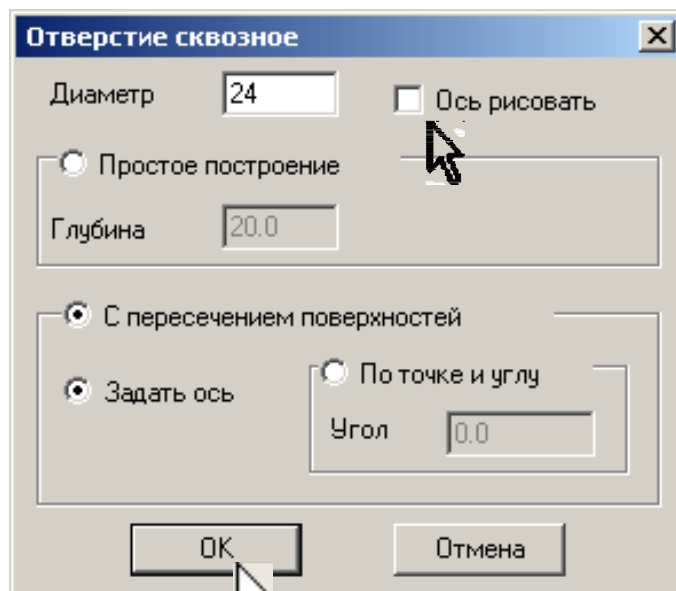
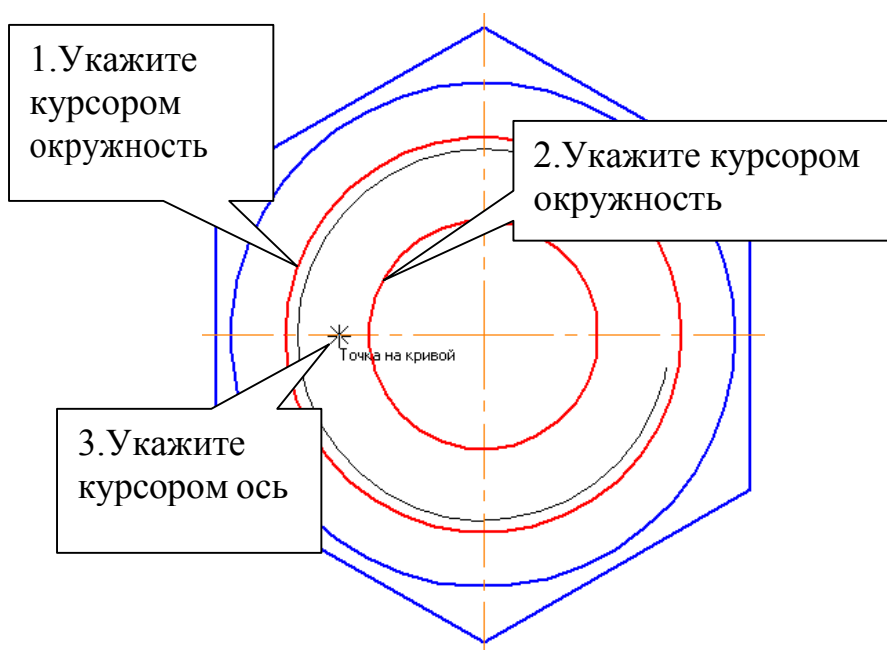

Рис. 13
Рис. 15
8. Для выполнения в разрезе отверстия Ø24 на виде слева необходимо разрушить макроэлементы. Командой **Выделить по типу**  на панели **Выделение**  выделите макроэлементы и выберите команду **Разрушить** в меню **Редактор**. Подключите **Прикладную библиотеку**. Выберите **Сквозное отверстие** в разделе **Гладкие отверстия**. Установите параметры отверстия согласно рис. 13. Выполните двойной щелчок на команде **Построить отверстие**. Укажите последовательно курсором окружности, определяющие границы отверстия, рис. 15, а затем укажите ось отверстия. Постройте аналогично второе отверстие. Выполните штриховку.